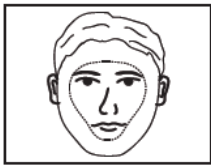

Figure 1
- Choisissez la bonne taille de masque: le joint de masque doit être positionné au-dessus du sourcil et directement sous la lèvre inférieure (voir figure 1)